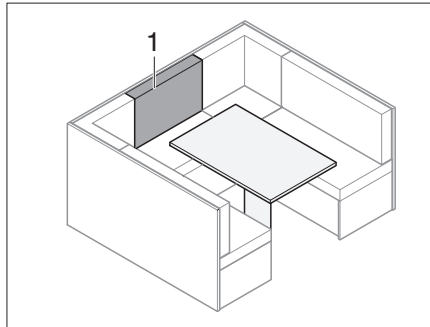

Bild 188 Före ombyggnaden
- Lägg ryggdynan (Bild 188,1) framför extradynan på bordet.